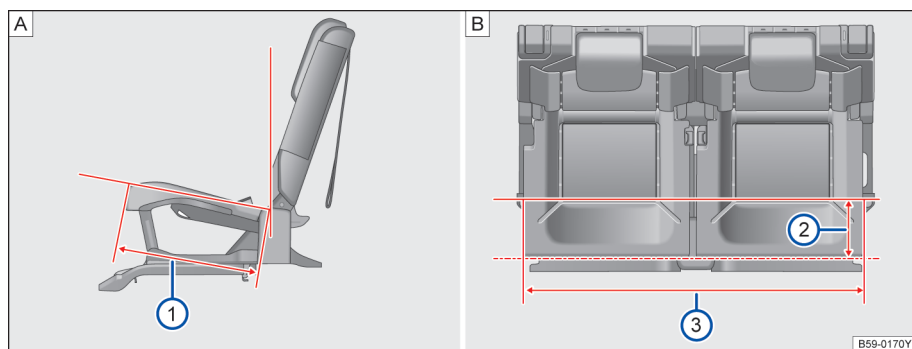

图 102 第三排座椅座宽和坐垫深
当第三排座椅位置处于设计位置时，坐垫深=455.5mm→图 102[A]①。
如图→图 102[B]在距离第三排座椅边缘 150mm 时→图 102[B]②，座垫宽度为 1060mm→图 102[B]③。